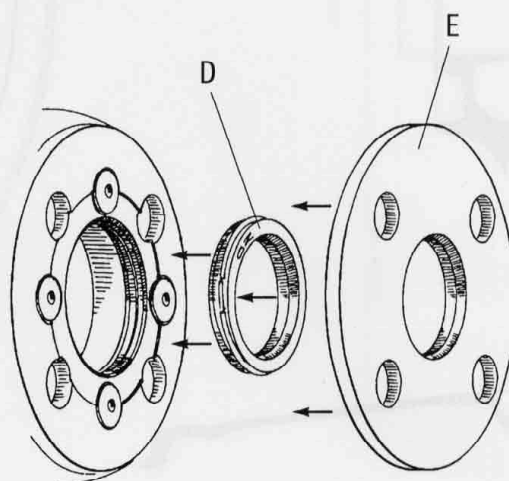

FIG. 3
Inserire nella ruota a seconda del kit la boccola di centraggio (D), o il distanziale di centraggio (E) (Fig. 3).